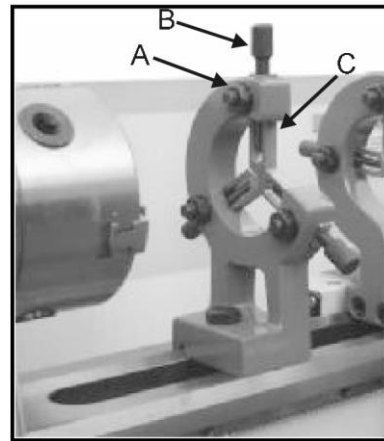

Рис. 33
Люнет служит опоры валов на свободном конце задней бабки. Для многих операций нельзя использовать заднюю бабку, поскольку она мешает токарному инструменту или сверлильному инструменту, поэтому ее необходимо снять со станка. Неподвижный люнет, выполняющий роль концевой опоры, обеспечивает работу без вибрации. Люнет монтируется на ползьях и фиксируется снизу стопорной пластиной. Скользящие пальцы требуют постоянной смазки в точках контакта для предотвращения преждевременного износа. (Рис.33)
1. Ослабьте три шестигранные гайки. (А, рис.33)
2. Ослабьте винт (В, Рис. 33) и ослабьте скользящие пальцы. (С, рис. 33) до тех пор, пока люнет не сможет перемещаться по заготовке. После закрепите люнет на месте.
3. Затяните винты так, чтобы пальцы плотно прилегли к заготовке, но не сжимали ее. Затяните три гайки (А, рис.33). Смажьте точки скольжения машинным маслом.